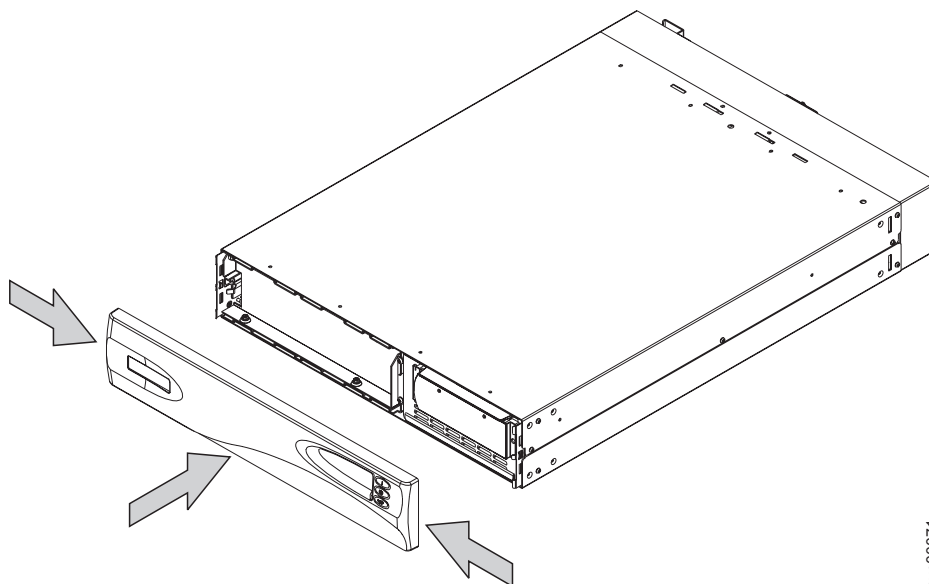

図 155. 2145 UPS のフロント・パネルの交換
2. サイドを内側に押し、その両端を 2145 UPS に向かって押しながら、フロント・パネルを交換します。図 155 を参照してください。